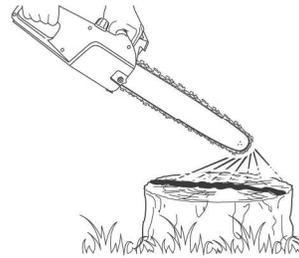

Fig. 18
- > Asegúrese de que la barra guía (4) y la cadena de la sierra (3) estén en su lugar cuando compruebe el suministro de aceite.
- > Arranque el motor; manténgala en marcha a potencia media y compruebe si el aceite de cadenas se suministra como indica la figura (Fig. 18).